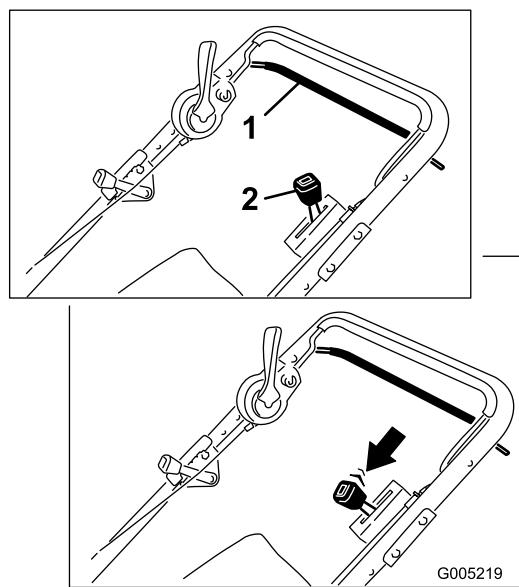

Figura 14
- Rilasciate la barra di comando della trazione (Figura 14).